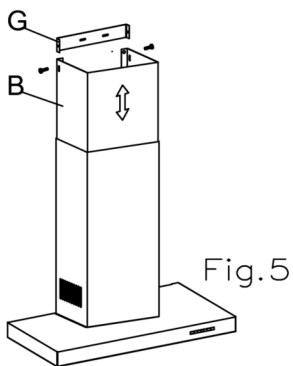

Fig.5
- A continuación debe fijarse el soporte G en el extremo superior de la pared asegurándose de que la alineación respecto al tubo telescópico es la correcta. Extender la parte móvil del tubo B hasta alcanzar el soporte G y fijarlo con dicho soporte mediante los dos tornillos laterales. (Fig. 5).